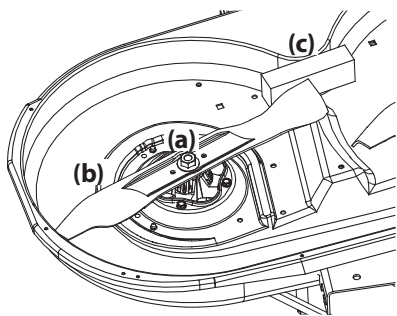

Figure 59
2. À l'aide d'une clé de 15/16", retenez l'écrou sur le haut de la fusée, puis desserrez l'écrou hexagonal (a) qui fixe la lame (b) à la fusée. Pour desserrer plus facilement l'écrou hexagonal (a) qui fixe la lame, placez un petit bloc de bois (c) entre le plateau de coupe et le tranchant de la lame (b). Voir Figure 59.